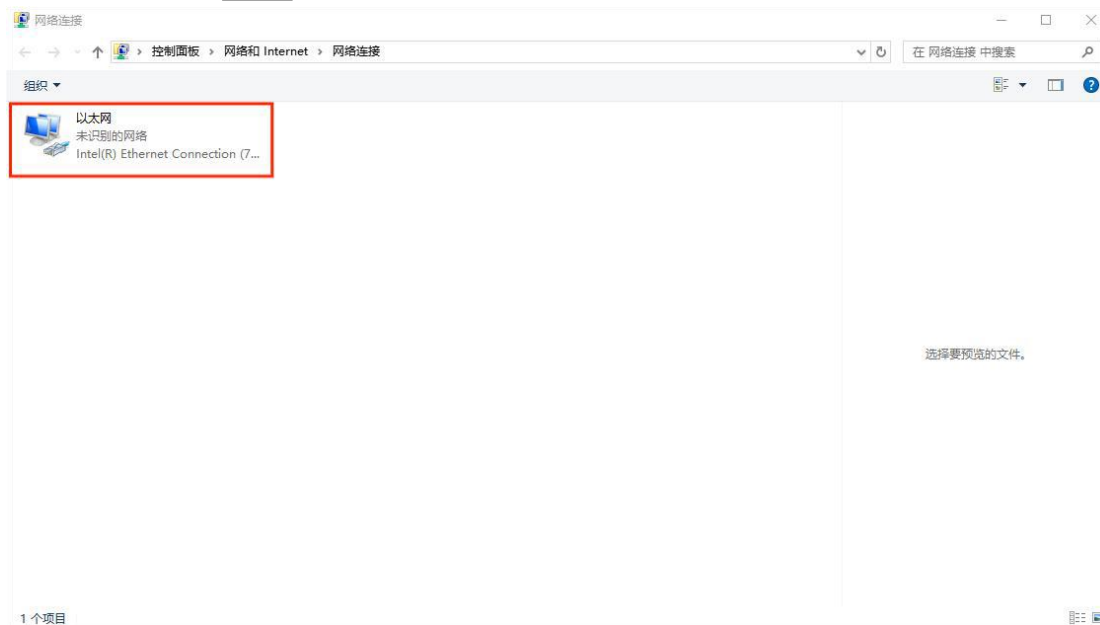

图 70. 打开的软件界面
1. 电脑会自动识别到以太网，打开系统设置，点击网络和 Internet 连接选项，点击更改适配器选项。如图 70 显示：